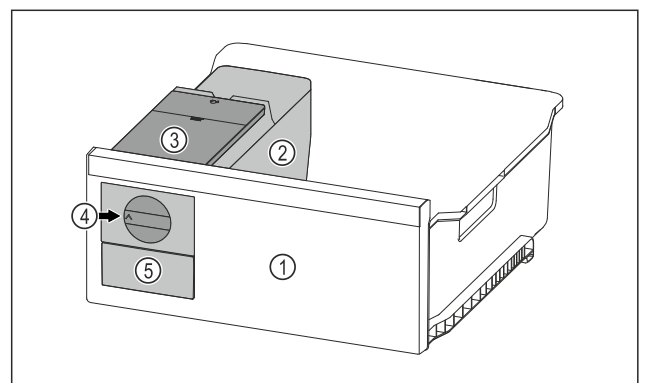

Fig. 75 Primjer izgleda
- ▶ Okrenite okretni gumb Fig. 75 (4) u smjeru kazaljki na satu do graničnika.
- ▶ Kockice leda padaju iz posude za kockice leda u ladicu za kockice leda Fig. 75 (5).